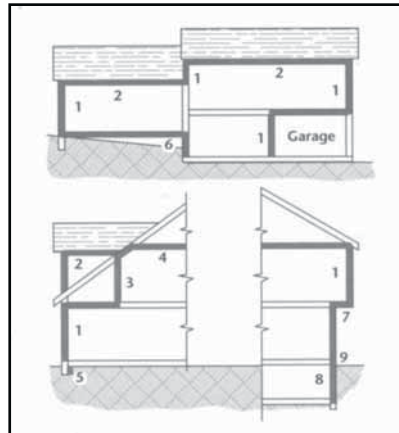

Figura 1
- 10. Paredes interiores, cielorrasos y pisos donde se desea control del sonido. (No se muestran en la Figura 1).